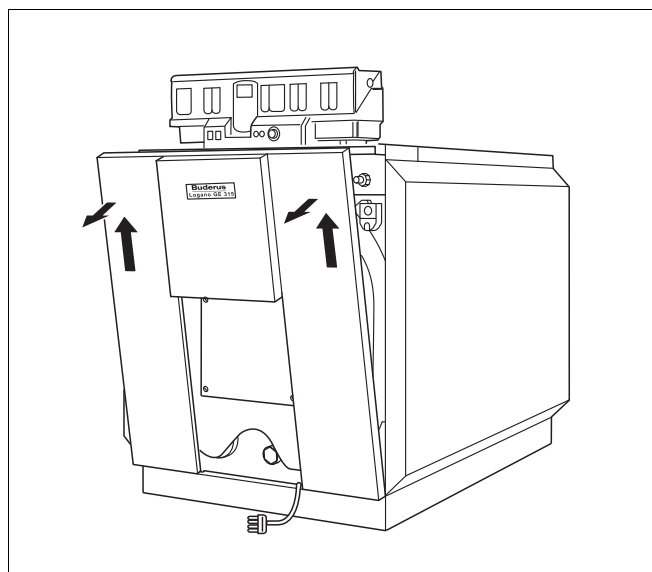

Fig. 50 Retirer le panneau avant.
- Soulever le panneau avant légèrement et le retirer vers l'avant (fig. 50).